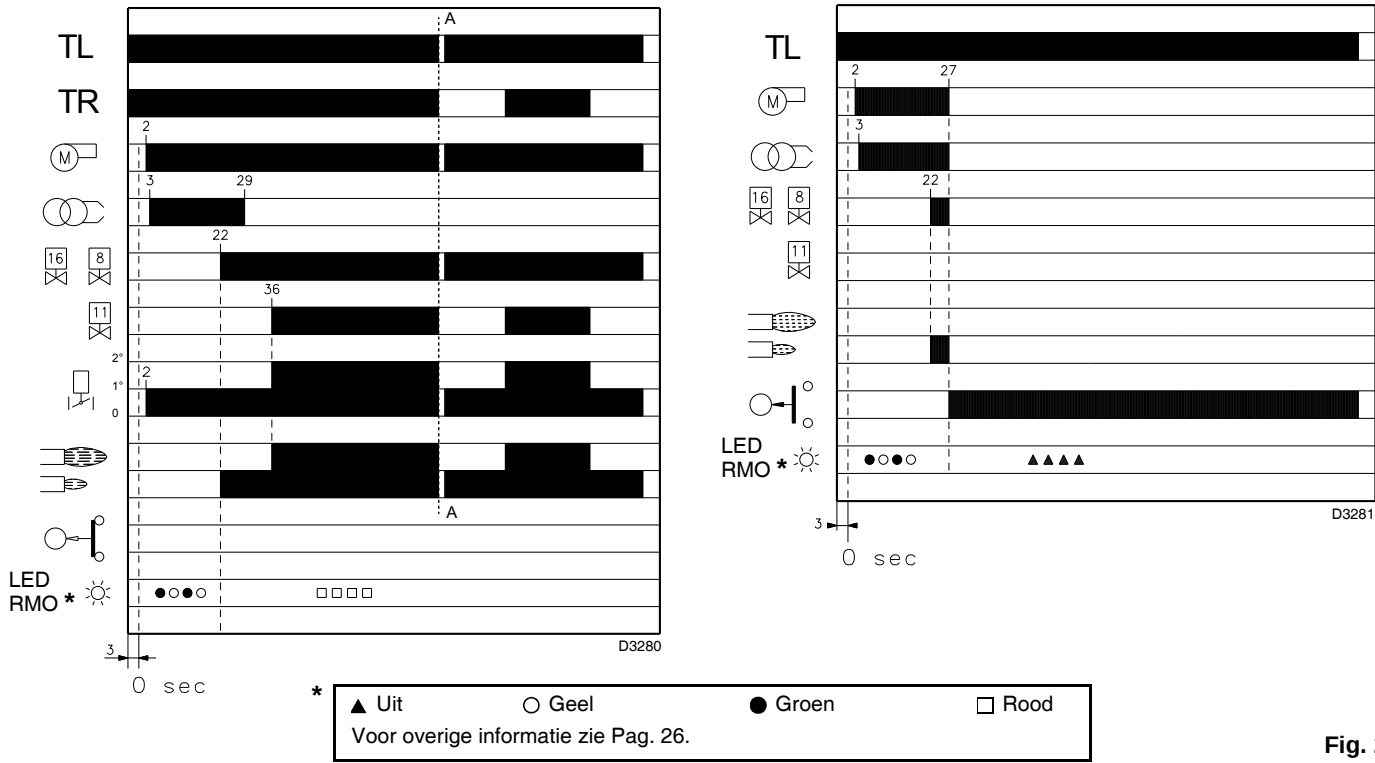
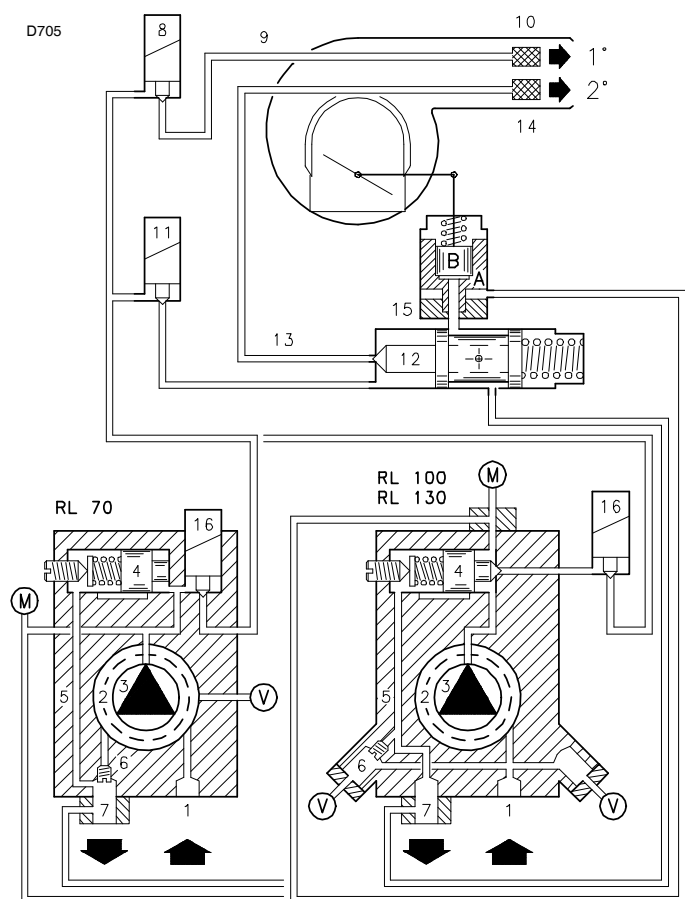

Fig. 26
Fig. 27
8.2.1 Start brander (Fig. 26) - (Fig. 27)